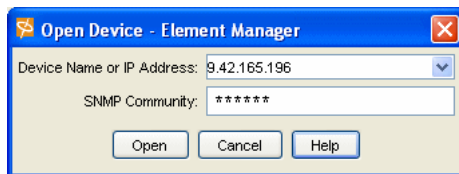

図 6-1 9.24.165.196 はスイッチ・モジュールです
1. デスクトップで Element Manager アイコンをクリックするか、「スタート」→「プログラム」→「**Topspin Element Manager**」→「**TopspinEM**」の順にクリックする。これで、図 6-1 のようなウィンドウが開きます。
注: 図 6-1 では、アウト・オブ・バンド管理ポートまたはインバンド管理ポートを入力できます。
BladeCenter 内の Topspin InfiniBand スイッチ・モジュールなどの装置をオープンして Element Manager セッションを開始するか、Topspin 外部スイッチにアクセスするには、「File」→「Open」をクリックします（50 ページの図 6-1）。次に進むには、以下の情報を入力します。